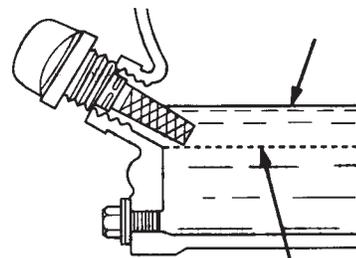

Figure 5. Jauge à huile moteur (niveau d'huile)
4. Si le niveau est bas (figure 5), ajouter de l'huile de type recommandé (tableau 5) jusqu'au bord de l'orifice. Le réservoir d'huile contient 0,6 L (0,63 pinte).